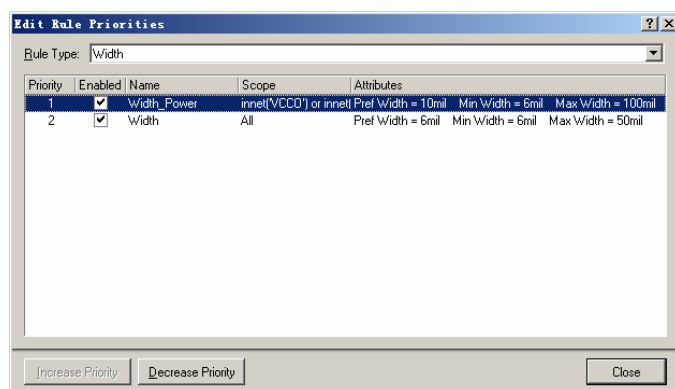

图 8.8 “Edit Rule Priorities”对话框
(1) 单击规则编辑器左下方的“Priorities”按钮，打开如图 8.8 所示的“Edit Rule Priorities”对话框。